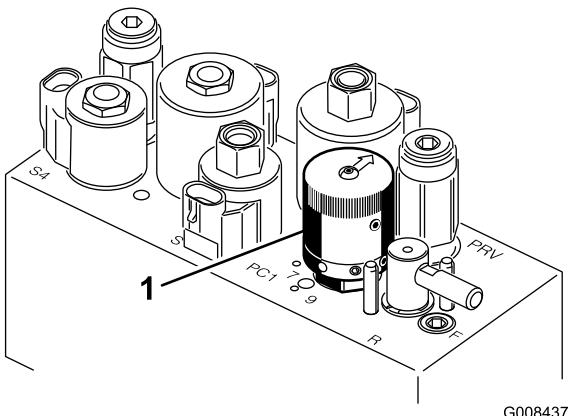

Figura 29
4. Per impostare la velocità dei cilindri girate la manopola (Figura 29) fino a portare le frecce in linea con il numero corrispondente all'impostazione desiderata.